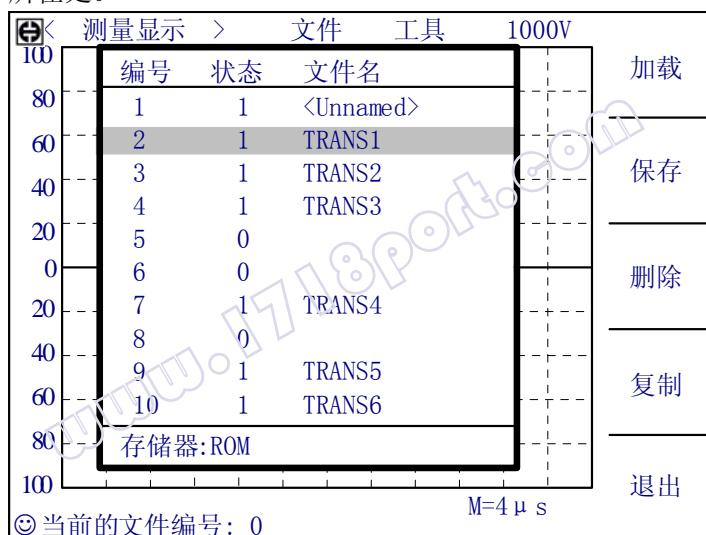

图 4-7 文件管理操作页面
移动反白条到文件区域，选择文件管理软键，进入文件管理功能。参考图 4-7，编号表示文件文件序号，1-60 是内部文件，61-560 是优盘存储的文件；状态表示该编号的文件是否存在，“1”表示文件存在，“0”表示不存在；文件名则是用户在保存文件时候的命名，如果用户在保存文件时没有输入文件名而直接按下 **ENTER** 键，那么此文件将以<Unnamed>命名。在信息提示区域，显示仪器当前使用的文件编号，如果是 0，则说明仪器还未调用文件，或还未保存为文件。**保存文件后，文件编号自动指向文件保存的位置。**
■ **加载** 用来加载一个已保存在内部非易失性存储器中或优盘中的文件，如图 4-7 所示，使用上下方向键选择文件，选中需要的文件，按下加载软键，再按是软键加载此文件，如果想退出加载文件，按否软键。